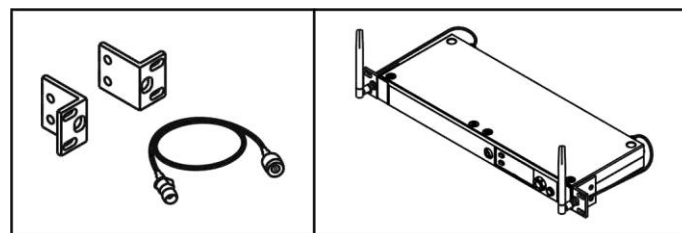

Bild 6
(G) Zur Verbesserung der Empfangssituation wird die Verwendung von Frontantennen empfohlen. Es gibt dafür optional das Antennen-Kabel-Set FBC-71. Bild 6.